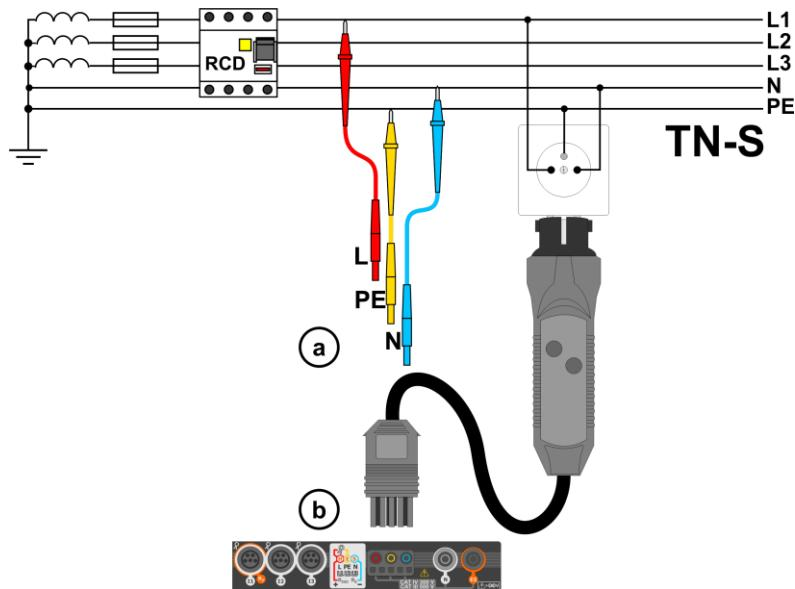
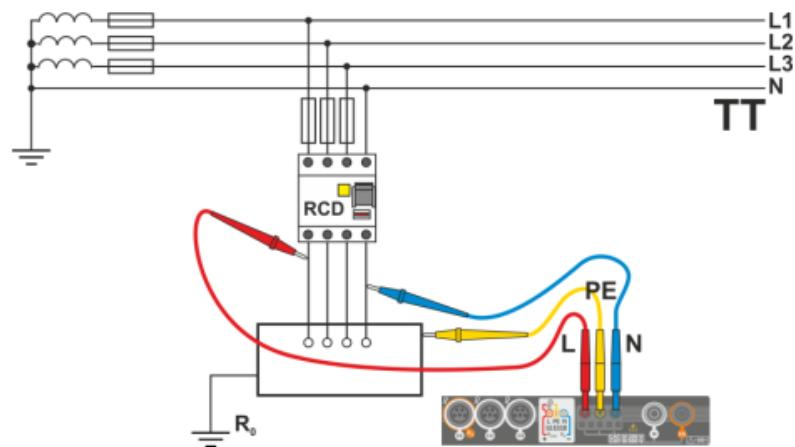
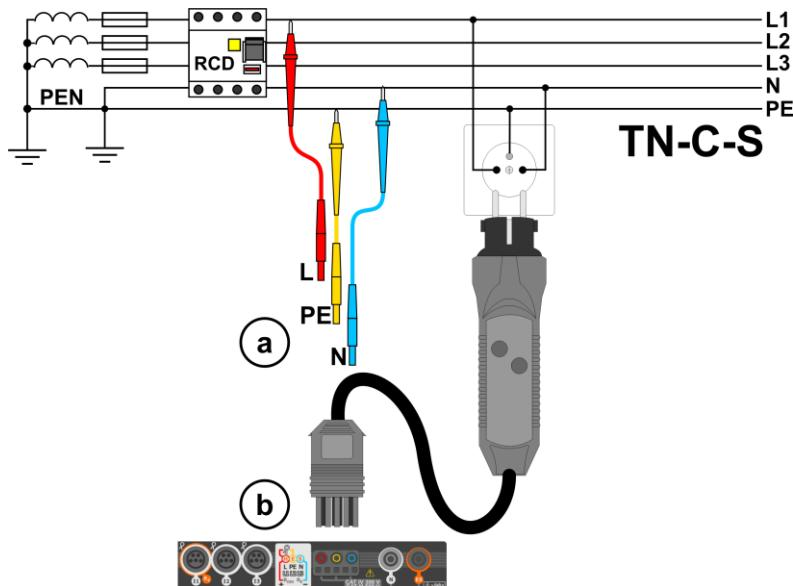

Рис. 3.3 Измерение в цепи TN-S
Рис. 3.4 Измерение в цепи TT
Рис. 3.5 Измерение в цепи TN-C-S
- Подключить измерительные провода согласно Рис. 3.3, Рис. 3.4 или Рис. 3.5.